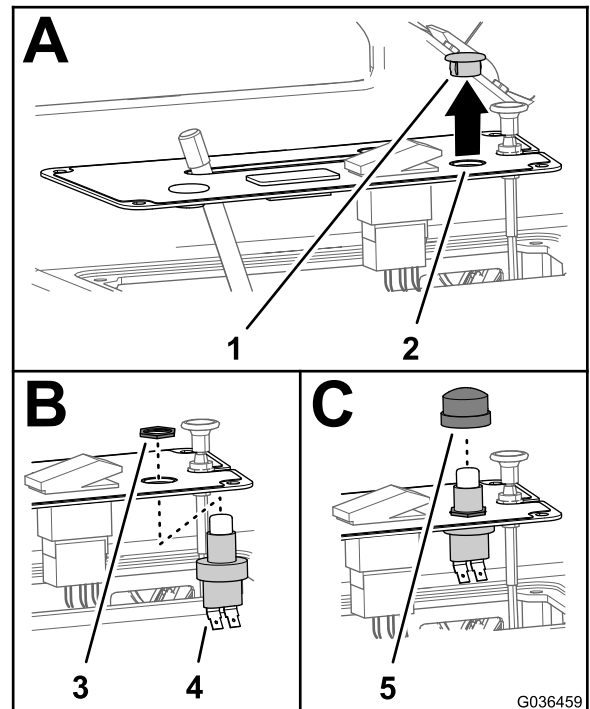

Figura 47
4. Retire el tapón redondo de la tapa del panel de control (A en la Figura 47).
5. Monte el interruptor del claxon en la tapa del panel de control con la contratuerca y apriete la contratuerca a mano (B en la Figura 47).
6. Instale la tapa del botón sobre el interruptor del claxon (C en la Figura 47).